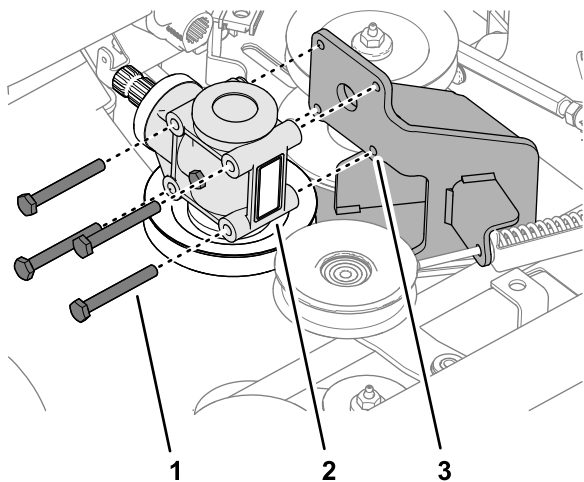

Figura 118
2. Retire los 4 pernos que sujetan la caja de engranajes de la carcasa de corte al soporte de la caja de engranajes (Figura 118).
1. Alinee los orificios en la caja de engranajes de la carcasa de corte con los orificios en el soporte de la caja de engranajes; consulte la Figura 118 en Retirada de la caja de engranajes \(página 83\).